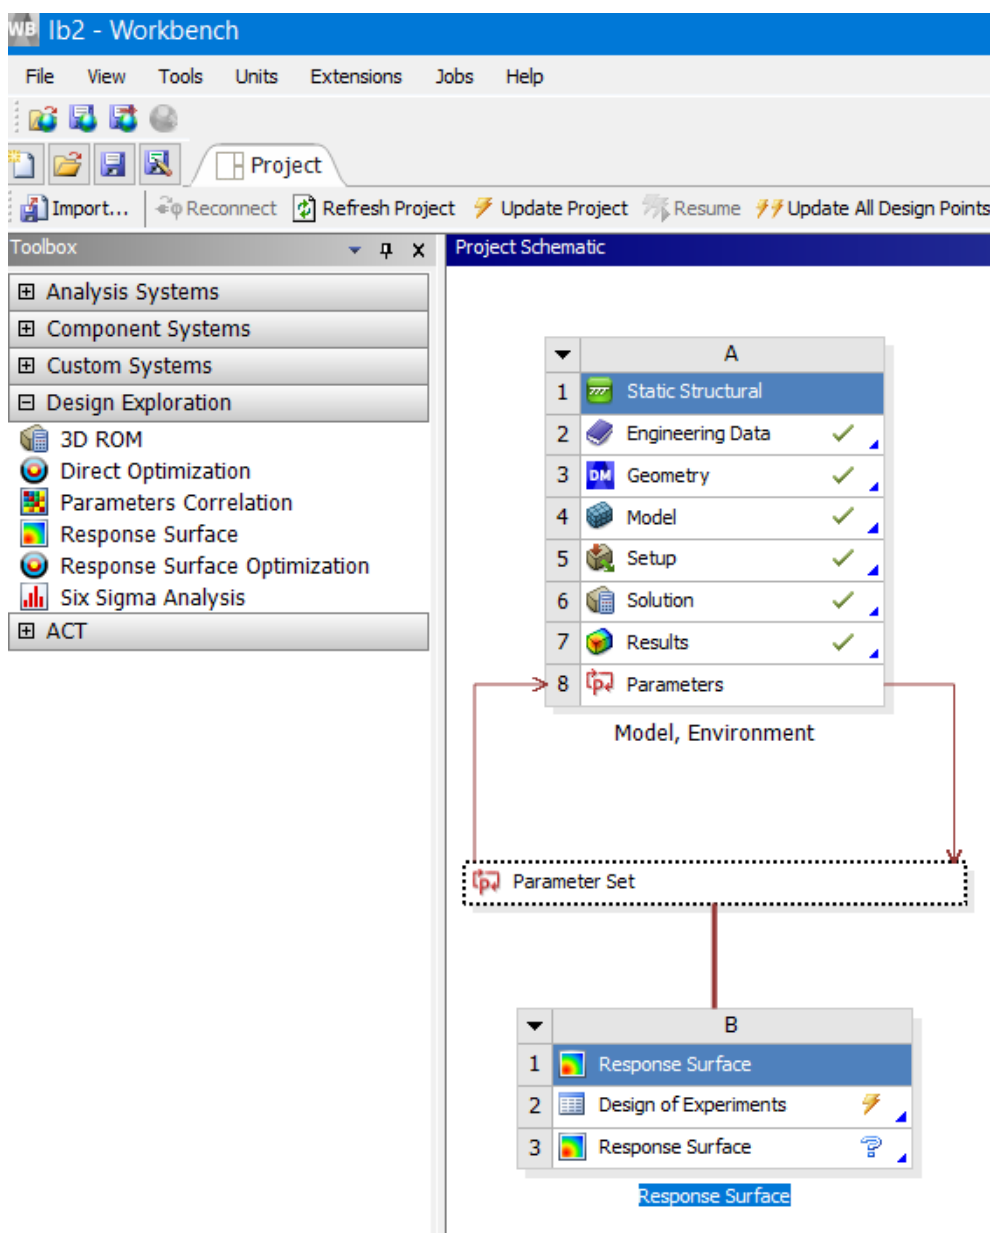

Рисунок 28 – Добавление Response Surface в проект
11. В окне Toolbox → Design Exploration → дважды нажимаем на Response Surface и добавляем новую поверхность отклика к проекту (рисунок 28).